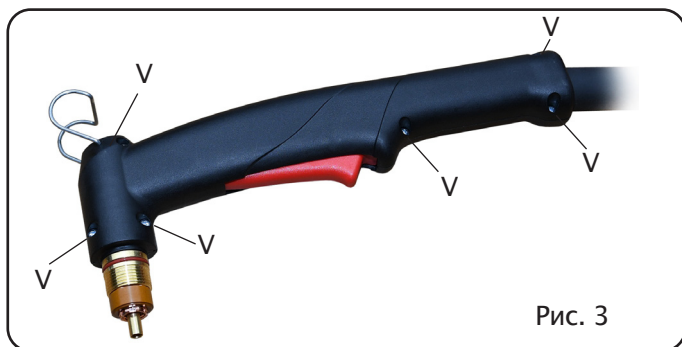

Рис. 3
- Открутите **6** винтов **V** на Рис. 3 и снимите левую рукоятку.
- Открутите **6** винтов **V** на Рис. 3 и снимите левую рукоятку. Ссылаясь на Рис. 4, поднимите корпус сварочной горелки с кабелем и отключите разъем **A** от кабеля горелки (кнопка) и разъем **B** (пилотная дуга).